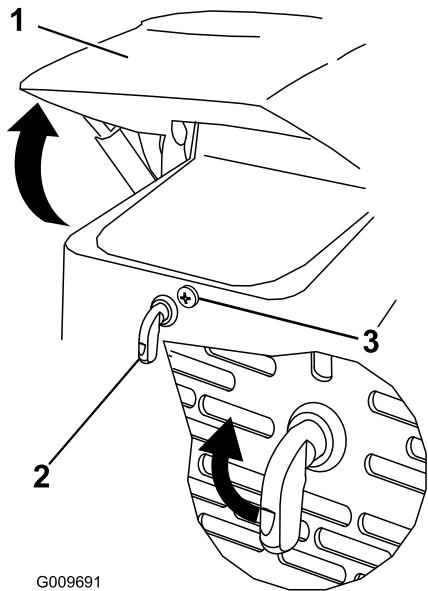

Figura 27
1. Allentate la vite di bloccaggio del cofano (Figura 27)
- 2. Girate il fermo del cofano in senso orario (Figura 27).
- 3. Ruotare il cofano verso l'alto (Figura 27).
- 3. Serrate la vite di bloccaggio del cofano per fissare il dispositivo di chiusura (Figura 27).